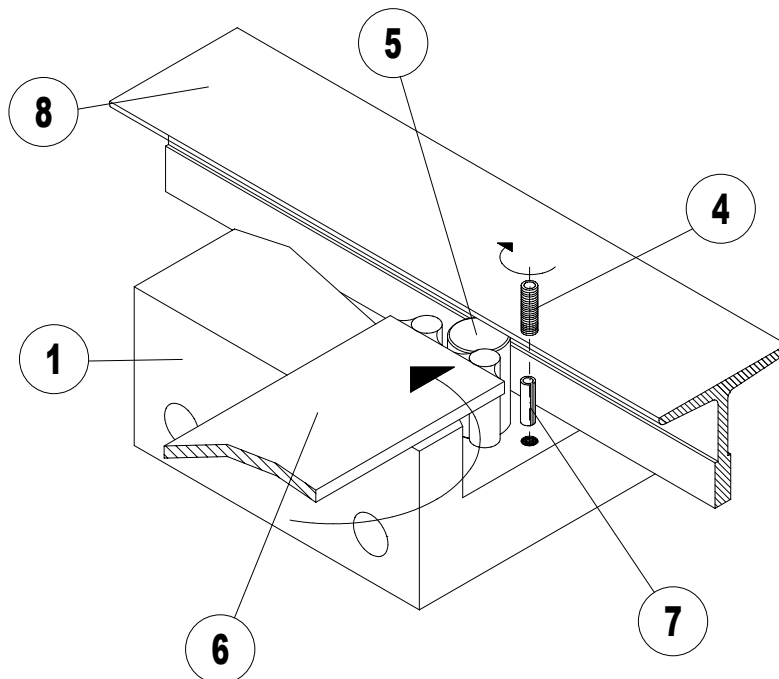

Figura 3.5 : Colocación del rodillo
- 10 . Quitar la varilla roscada allén (4) e introducir el rodillo (5), junto con el brazo de accionamiento (6), ver ejemplo en figura 3.5. para sistema de accionamiento de chasis de cabina.